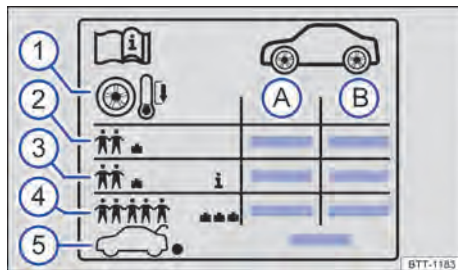

Fig. 246 Símbolos en el adhesivo de la presión de los neumáticos.
En función del vehículo, el adhesivo de la presión de los neumáticos puede incluir una presión de confort → fig. 246 ③. La presión de confort permite aumentar el confort de marcha. Cuando se circula con la presión de confort, puede que se incremente el consumo de combustible.
- Adapte siempre la presión de los neumáticos al estado de carga del vehículo → fig. 246 ④.